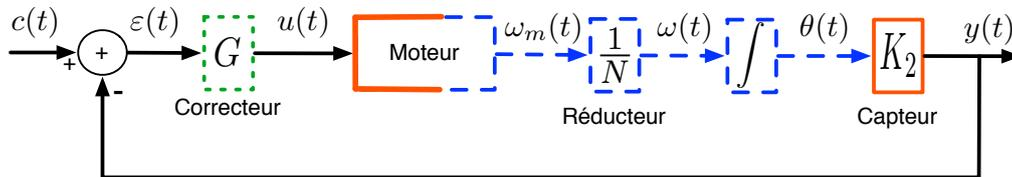

FIG. 1 – Schéma bloc du système d'asservissement angulaire.
La boucle de contrôle en position angulaire est modélisée par le schéma fonctionnel donné en figure 1.
- P3 - Comme indiqué dans la figure 1, le réducteur et le capteur sont tous deux modélisés comme des gains (positifs). Ainsi, la fonction de transfert entrée-sortie du système que l'on veut contrôler est de la forme :